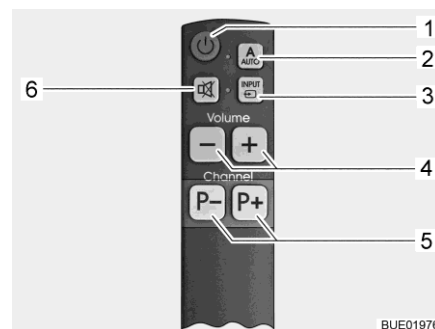

Bild 45 Enkel fjärrstyrning (tillval)
- Tryck in knappen AUTO (Bild 44,2 eller Bild 45,2) i 1 sekund. På så sätt slås TV-apparaten och styrenheten på.
- Tryck in programvalknapparna (Bild 44,4 eller Bild 45,5) tills önskat TV-program valts.
- Tryck in knappen INPUT (Bild 44,3 eller Bild 45,3) tills önskad signalkälla valts.
- För att gå tillbaka till satellitkanalvisningen, tryck in knappen INPUT (Bild 44,3 eller Bild 45,3) tills signalkällan DVB-S2 valts.
- Tryck in knappen AUTO (Bild 44,2 eller Bild 45,2).
- Tryck in knappen TV-apparat på/av (Bild 44,1 eller Bild 45,1). Styrenheten slås inte på, antennen stannar kvar i parkeringsläge.
- Tryck in INPUT knappen (Bild 44,3 eller Bild 45,3) tills önskad signalkälla (t. ex DVD) valts.
- För att slå av TV-apparaten, tryck in knappen TV-apparat på/av (Bild 44,1 eller Bild 45,1).